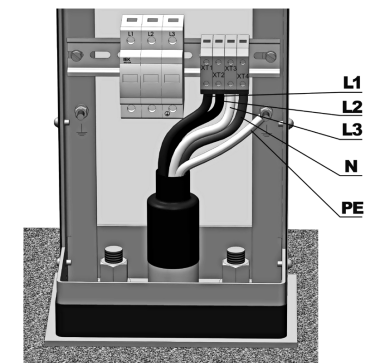

Рисунок 6 – Подключение станции к сети энергоснабжения
- наконечник закрепить на резьбовой шпильке М6 (см. рис. 6) с помощью гайки, плоской и гроверной шайб. Гайка и шайбы находятся на шпильке. Усилие затяжки гайки должно быть в пределах от 3 до 4 Нм;